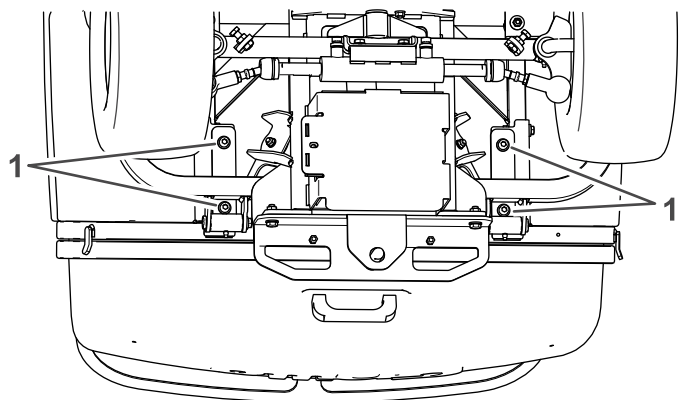

Figura 107
1. Allentate i 4 bulloni che fissano i supporti di sollevamento della tramoggia al telaio sotto la tramoggia (Figura 107).
4. Serrate i 4 bulloni (Figura 107).